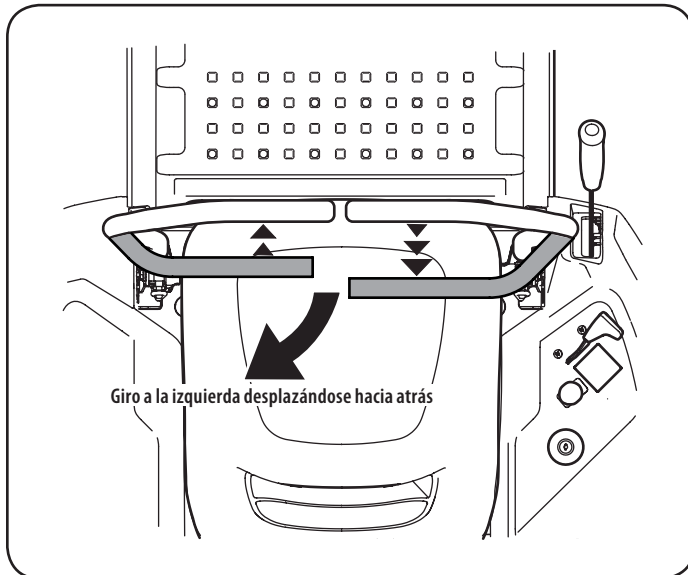

Figura 14
2. Para girar a la izquierda mientras se desplaza marcha atrás, mueva la palanca de control del lado izquierdo hacia adelante respecto de la palanca derecha. Vea la Figura 14.